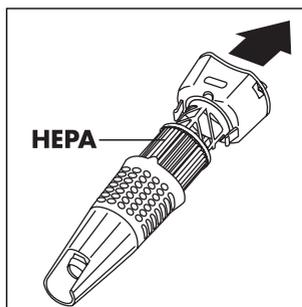

Fig. 21
- Tirez la partie supérieure jusqu'à séparer les éléments du filtre "ECO HEART" (fig.21) et extrayez le filtre HEPA\* lavable.